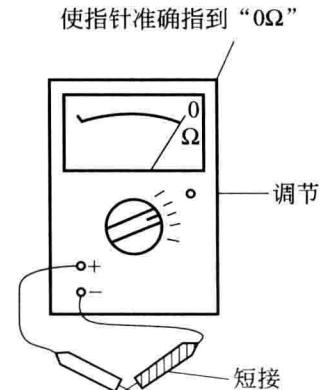

图 1-6 万用表调零
③ 正确读数。在标有符号“—”或“DC”的刻度线上读取读数。
① 转换开关旋至“Ω”挡位，正确选择量程，即尽量使指针指在刻度线的中间部分（该挡的欧姆中心值）。若不知被测电阻大小时，可选择高挡位试测一下，然后选取合适的挡位。
② 调节零点。测量前应首先进行调零，即将两表笔短接，调节“Ω”调零旋钮，使指针准确指在“0Ω”刻度线上，如图 1-6 所示。每次换挡后必须调零，如不能调节至欧姆零位，则说明电池电压太低，已不符合要求，应及时更换电池。
③ 测量。将表笔接于被测电阻两端，被测对象不能有并联支路，当被测线路有并联支路时，测得的电阻值不是该电路的实际值，而是某一等效电阻值。尤其测量大电阻时，不能同时用两手接触测试棒的导电部分，以免影响测量结果。
④ 正确读数。在标有“Ω”符号的刻度线上读取数据再乘以转换开关所在挡位的倍率。即：